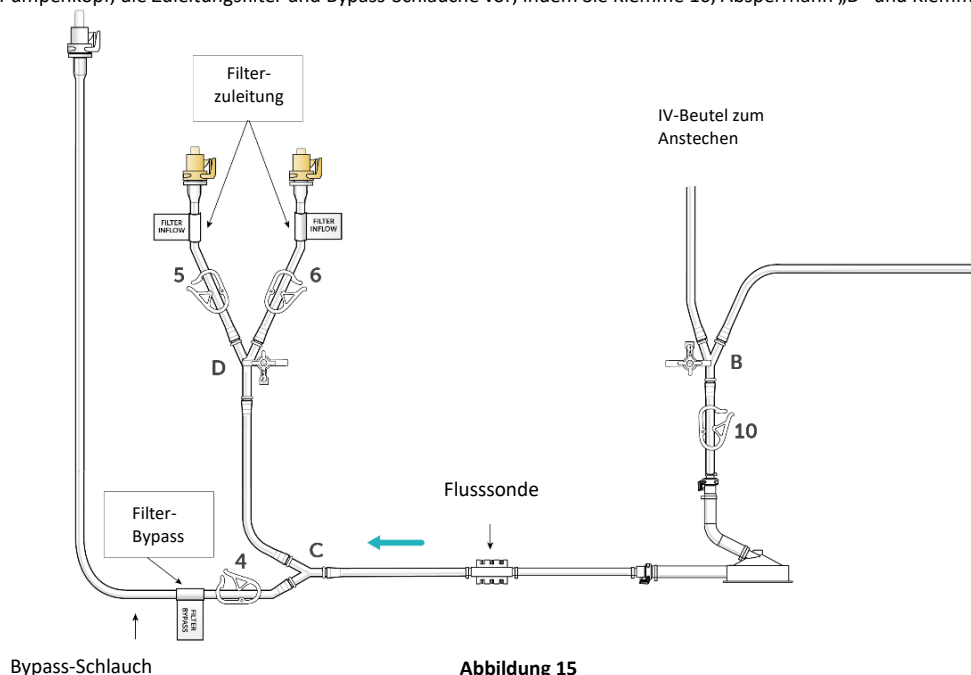

Abbildung 15
- (a) Füllen Sie den Pumpenkopf, die ZuleitungsfILTER und Bypass-Schläuche vor, indem Sie Klemme 10, Absperrhahn „D“ und Klemme 4 öffnen, siehe Abbildung 15.